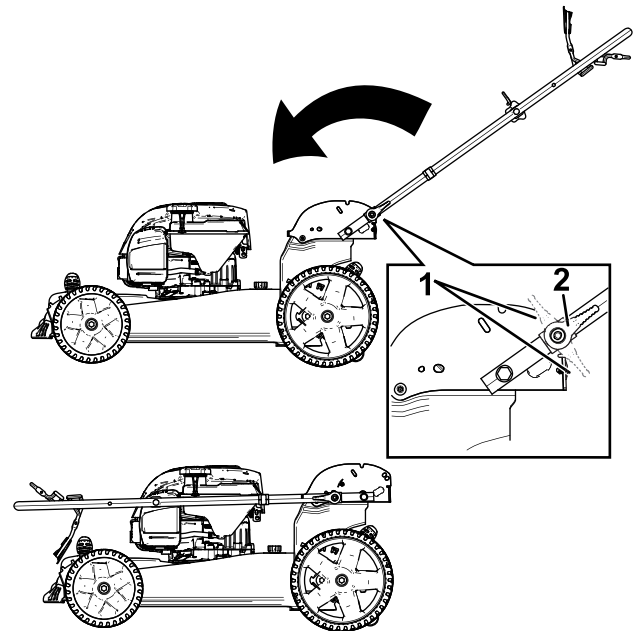

Figure 24
3. Ouvrez les verrous du guidon (Figure 24).
4. Rabattez le guidon complètement en avant (Figure 24).